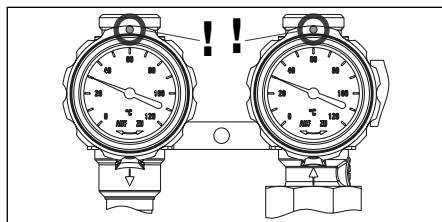

Fig. 6.12 Position des robinets à tournant sphérique
- Vérifier la position des robinets à tournant sphérique de la station solaire. Ils doivent être positionnés comme indiqué sur la fig. 6.12 (position angulaire des manettes des thermomètres sur l'aller et le retour: 0°).